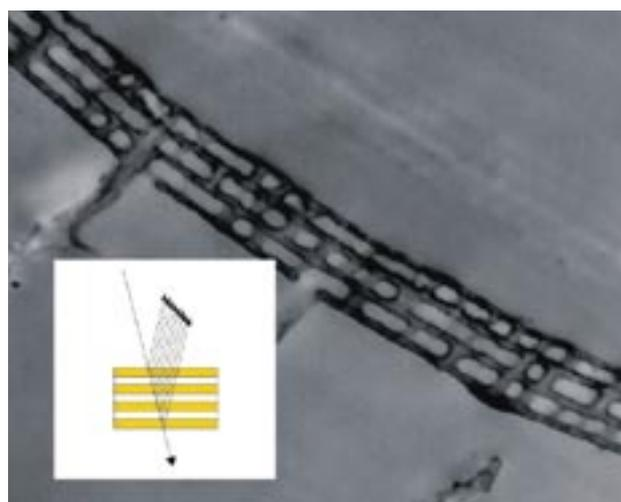

Abbildung 2
- Bei einem beschichtetem Glas ist jedoch gar kein „Farbstoff“ vorhanden. Es wird nur eine Schicht (tatsächlich eine hochkomplexe Abfolge diverser hauchdünner Schichten) aufgetragen, die bestimmte Wellenlängen des sichtbaren Lichtes reflektieren. Derartiges kennt man von einem Ölfilm auf einer Wasserpfütze: Öl kann einen leuchtend buntschimmernden Film hervorbringen, auch wenn das Öl selbst rein und völlig farblos sein sollte. Lichtstrahlen, die auf diesen Film fallen, werden sowohl von der Ölfilmoberseite als auch von der Wasserfläche reflektiert. Welche Wellenlängenbereiche ausgelöscht werden, hängt von der Dicke des Ölfilms ab. Ihre Oberfläche erscheint in Regenbogenfarben, zum einen weil die Dicke des Films unterschiedlich ist, und zum anderen, weil diese Dicke auch davon abhängt, aus welcher Richtung man auf ihn blickt. Ein weiteres Beispiel: Schmetterlingsflügel (Abb. 1), Pfauen- oder Eisvogel-Federn. Auch sie enthalten keine Farbkörper oder Pigmente. Der Beweis ist auch hierbei leicht erbracht: Man braucht nur einmal durch einen Schmetterlingsflügel hindurchzusehen oder ihn zwischen den Fingern zu verreiben und dabei festzustellen, dass er schmutzig gräulich-bräunlich wirkt, von seiner Farbenpracht obendrauf aber nichts mehr zu sehen ist. Die Erklärung: Kleine, flache Luftkammern im Flügel, mit unterschiedlicher Höhe und Abfolge (Abb. 2), wirken ähnlich wie ein dünner Ölfilm und reflektieren die jeweiligen Farbanteile des Sonnenlichts. Physiker reden dann von den sog. Farben dünner Plättchen oder von Strukturfarben.